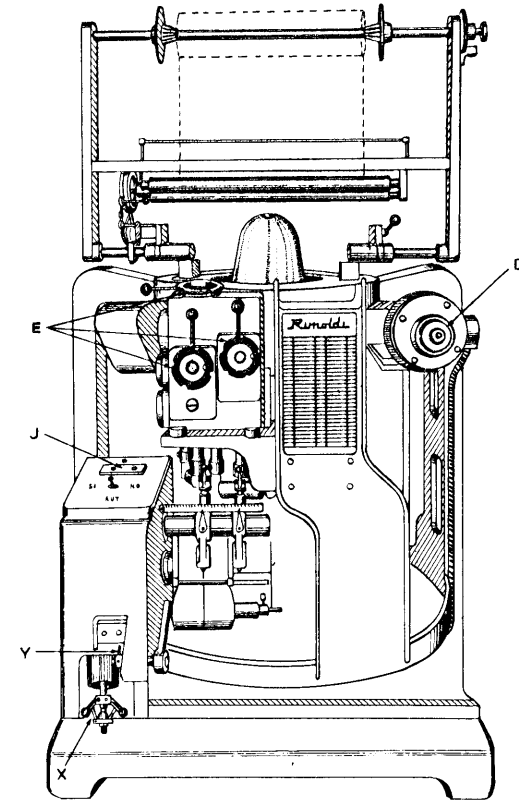

Fig. 2
Den Hebel des Schalters stellt man auf "NO" (Fig. 2).
Nun stellt man den Hebel des Schalters auf "SI" (Fig. 2). Zur Vermeidung der Faltenbildung im Gewebe unter dem Hauptmesser muss man die Gewebespannung auf dem Ausbreiter kontrollieren.
Man beginnt mit dem Schneiden, indem der Druckknopf J (Fig. 2) mit der Bezeichnung MARCIA betätigt wird.
Sollte diese der eingestellten Breite nicht entsprechen, so liegt das an den höheren oder geringeren Elastizität des Trikots. Man kontrolliert also die Differenz und durch Verstellung der Handräder E (Fig. 2) und anhand der Tabelle fügt man die Differenz dem vorher eingestellten Wert zu. (z.B: wenn eine Breite von 90 mm vorgesehen war, und man erhält eine Breite von 86 mm, genügt es, die fehlenden 4 mm dem Anfangswert beizufügen, diesen also auf 94 mm zu bringen.)
Die Maschine ist bereits so eingestellt, dass beim Anhalten das Hauptmesser S (Fig. 4) noch 5-10 mm schneidet. Sollte dieser zusätzliche Schnitt in der Praxis kürzer oder länger ausfallen, muss die Einstellung mit Hilfe des Reglers X (Fig. 2) justiert werden.
Wird der Arretierstift Y (Fig. 2) vorher reguliert, hält die Maschine automatisch an, sobald der aufgerollte Streifen den gewünschten Durchmesser erreicht hat.
- 1) Nach den ersten 6 Monaten des Einsatzes ist das Öl der Kupplung der drei Handräder E (Fig. 2) zu wechseln. Der zu verwendende Öltyp: LM 45 vom der Rol (Shell CARNEA/31 - Esso CORAJ-50)
Régler la largeur de coupe désirée, à l'aide des trois volants gradués E (fig. 2) qui se trouvent sur la côté de l'évacuation tout en consultant le tableau fixé sur la machine.
Si pendant cette opération les volants E (fig. 2) ne se déplacent pas, faire tourner manuellement le volant D (fig. 2) en même temps que les volants E (fig. 2), jusqu'à ce qu'ils se trouvent sur les encoches désirées.
Déplacer le petit levier de l'interrupteur du côté "NO" (fig. 2).
Déplacer le levier de l'interrupteur vers le côté "SI" (fig. 2). Dans le but d'éviter tout faux-plies sur le tissu lorsqu'il arrive sous le couteau principal,
On commence la coupe en continu en appuyant sur le bouton-poussoir J (fig. 2) où se trouve la référence MARCIA.
Si celle-ci ne correspond pas à celle enregistrée, ceci est dû à la plus ou moins grande élasticité du tissu. On contrôle alors la différence et, agissant sur les volants E (fig. 2) en consultant le tableau, on ajoute la différence à la mesure précédemment enregistrée, (ex. si l'on enregistre une mesure de 90 mm. de largeur totale de la bande et, en pratique, on obtient une largeur de 86 mm. il suffira d'ajouter la différence de 4 mm. qu'il y a en moins, à la valeur initiale en la portant à 94 mm.).
Si, en pratique, cette mesure de coupe supplémentaire était supérieure ou inférieure, il faudrait rectifier le réglage avec le régulateur X (fig. 2).
Réglant en premier lieu la tige d'arrêt Y (fig. 2), la machine s'arrête automatiquement lorsque le rouleau de bande a atteint le diamètre désiré.
- 1) Après les premiers 6 mois de travail, changer l'huile de la boîte de vitesse au trois volant E (fig. 2). Type d'huile à employer LM 45 de la RoI (Shell CARNEA/31 - Esso CORAJ-50).